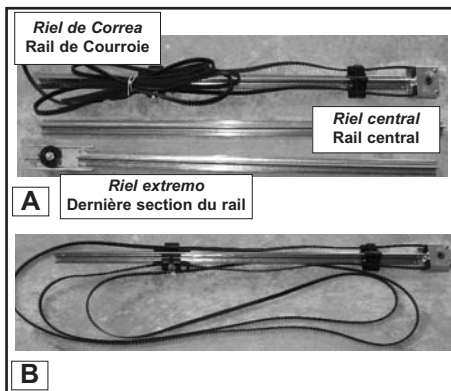

FIG. 1-2 *Secciones partidas de riel.*
3. **Enlever les deux sections de rail qui ne sont pas connectés à la chaîne et les poser sur le sol (Fig. 1-2, A).**
4. **Enlever soigneusement le troisième rail avec la chaîne et le manchon en plastique. Placer la section du rail sur le sol et étendre la chaîne. (Fig. 1-2, B).** La chaîne et le rail doivent s'étendre à environ 7 pi (2,13 m).
3. Retirez les deux sections de rail qui ne sont pas raccordées à la courroie et placez-les sur le sol (Fig. 1-2, A).
4. Enlevez la troisième section de rail avec courroie avec précaution. Placez la section de rail sur le sol, retirez les attaches de la courroie et étalez celle-ci (Fig. 1-2, B). Évitez de tordre ou de plier la courroie en la manipulant avec soin et en la maintenant à plat sur le sol. La courroie et le rail doivent s'étendre sur environ 2,1 m (7 pi).